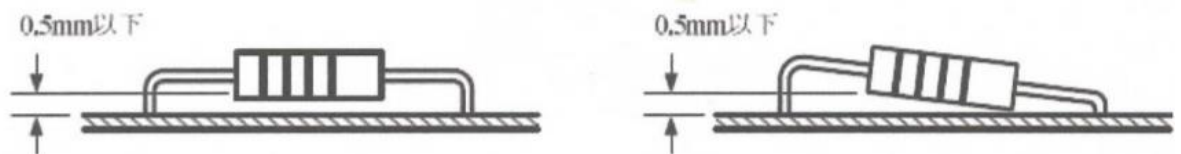

図1 部品の浮き上がり
- ① 炭素被膜抵抗器、スズメッキ線は、ユニバーサル基板にほぼ密着させて取付けること。なお、浮き上がり限界は、図1に示す通りとする。